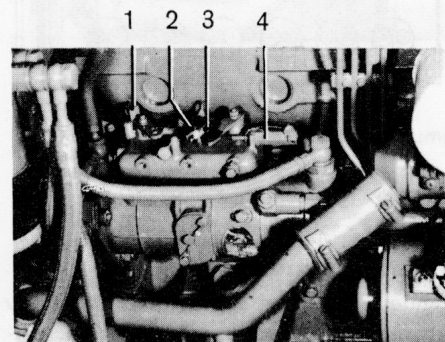

Fig. 35. 4-cyl. motor
2. Lossa låsmuttern och vrid därefter skruven (2 fig. 35 alt. 36) så att rätt tomgångsvarvtal erhålles.
3. Drag åt låsmuttern medan skruven (2) hålls fast.
Kontrollera att reglagets manöverspak står i neutralläge samt att insprutningspumpens hävarm (3 fig. 35 alt. 36) står i tomgångsläge. Lossa den fjäderande tärningen från hävarmen. Skruva på en låsmutter samt därefter tärningen med fjäderändan före så långt att en inspänning av fjädern med 4–5 mm erhålles då tärningen åter monteras i hävarmen samt drag åt låsmuttern. För manöverspaken till full "Fram" och kontrollera att fullt utslag erhålles på insprutningspumpen.
Kontrollera att stoppreglagets hävarm (1 fig. 35 alt. 36) ligger an mot sitt anslag på insprutningspumpen samt att reglaget är inskjutet. Skruva därefter fast reglagets wire i tärningen på hävarmen.